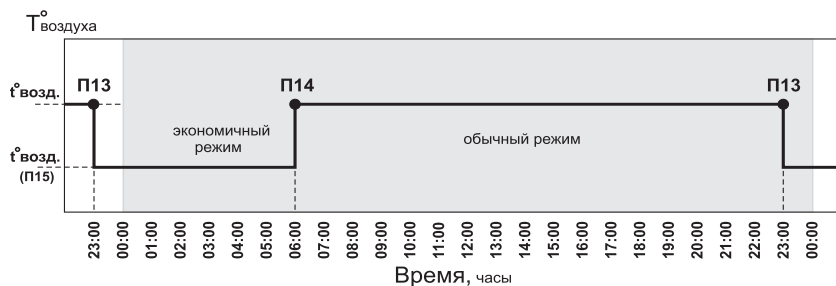

Рис. 6 График температуры воздуха в помещении для Режиме 2.
**Режим 2 (выходной день)** - режим состоит из одного запрограммированного интервала, который повторяется каждые сутки. В этом интервале температура воздуха в помещении понижается на три градуса и электроводонагреватель работает в экономичном режиме. На заводе-изготовителе запрограммирован интервал, который показан на графике температуры воздуха в помещении при работе термостата в Режиме 2 (см.Рис.6).